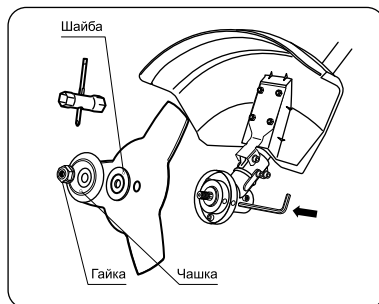

рис. 6
6. Удерживая стопорный стержень одной рукой, надежно затяните гайку трубчатым ключом (входит в комплект поставки), поворачивая ее против часовой стрелки (рис. 6).